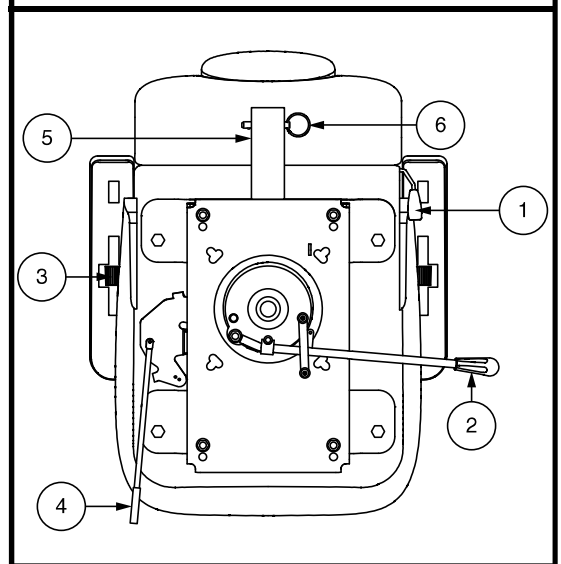

Abb. 19. Sitzeinstellungen
Um die verstellbare Rückenlehne einzustellen, befolgen Sie diese Schritte. **Siehe Abb. 19.**
1. Zum Entriegeln des Sitzes den Sitzverschluss je nach Sitztyp entweder nach oben ziehen oder nach vorne schieben. **Siehe Abb. 19.**
Der Armlehnenwinkel Ihres Elektromobils kann nach oben oder nach unten verstellt werdendurch das Drehen der Einstellscheiben. **Siehe Abb. 19.**
1. Drehen Sie den Hebel zur Verstellung der Sitzposition nach aussen. **Siehe Abb. 19.**
Die Zubehörhalterung am Heck ermöglicht es Ihnen, persönliche Zubehörkomponenten wie Korb, Gehhilfe oder Sauerstofftank hinter dem Elektromobil anzubringen. Verwenden Sie den Sicherungsstift, um das Zubehöriteil sicher an der Halterung zu befestigen. **Siehe Abb. 19.** Für weitere Informationen wenden Sie sich an Ihren Vertragshändler.